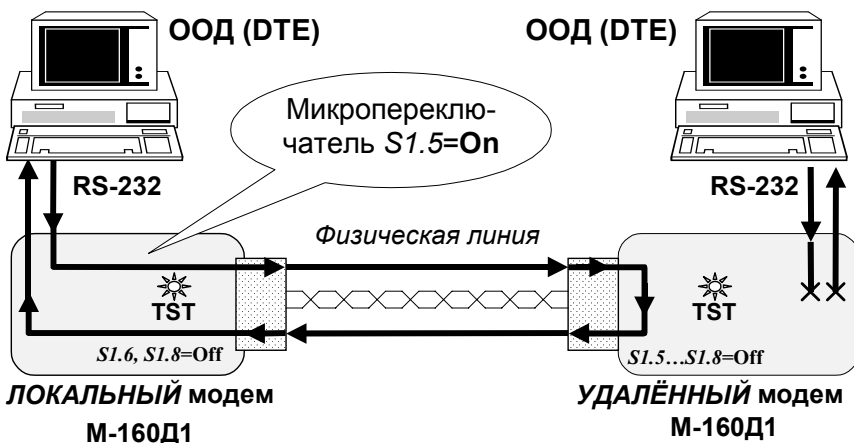

Рис. 8 Проверка Удаленный шлейф (RDL)
Проверка Удаленный шлейф (RDL) устанавливает заворот данных (шлейф) на УДАЛЕННОМ модеме в сторону ЛОКАЛЬНОГО модема. Проверка Удаленный шлейф (Remote Digital Loopback) обеспечивает возможность полной проверки канала передачи данных, образованного с помощью двух модемов М-160Д1. Рис. 8 иллюстрирует принцип проверки Удаленный шлейф (RDL) для одного направления. Модем позволяет выполнить проверку канала передачи данных как с помощью внешнего ООД (DTE), так и в автономном режиме с помощью встроенного анализатора – BER-тестера.
Для организации проверки канала передачи данных в режиме *Удаленный шлейф (RDL)* с помощью ООД (DTE) необходимо подключить модемы и установить требуемые параметры обмена (переключатель *S1.8=Off*). Затем на одном модеме, назовем этот модем **ЛОКАЛЬНЫМ**, необходимо установить переключатель *S1.5* в положение **On**. На другом модеме, см.Рис. 8, назовём его **УДАЛЕННЫМ**, переключатели *S1.5...S1.8* должны находиться в положении **Off** (рабочий режим).
1. **ЛОКАЛЬНЫЙ** модем переводит выходную цепь *DCD RS-232* в пассивное состояние, гасит индикатор **CD**, затем переводит **УДАЛЕННЫЙ** модем в режим заворота данных в физическую линию, см.Рис. 8.